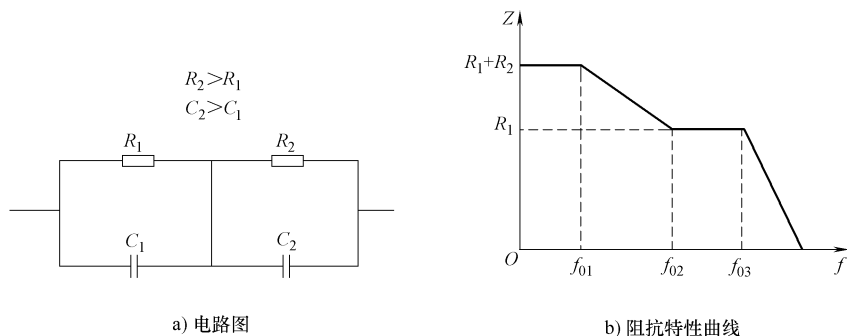

图 9-51 一种  $RC$  串并联的阻抗特性曲线
1)  $RC$  串并联电路之一。如图 9-51 所示是一种  $RC$  串并联的阻抗特性曲线。电路中, 要求  $R_2$  大于  $R_1$ ,  $C_2$  大于  $C_1$ , 这一  $RC$  串并联电路有三个转折频率如图所示。